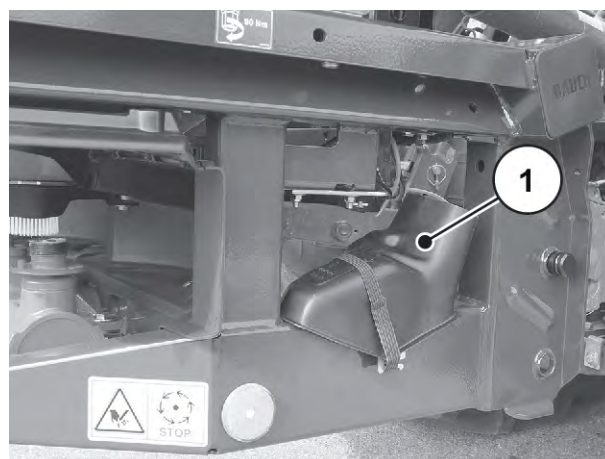

図 35: キャリブレーションテストシュートの位置
- キャリブレーションテストシュートを準備します参照: 図 35 キャリブレーションテストシュートの位置